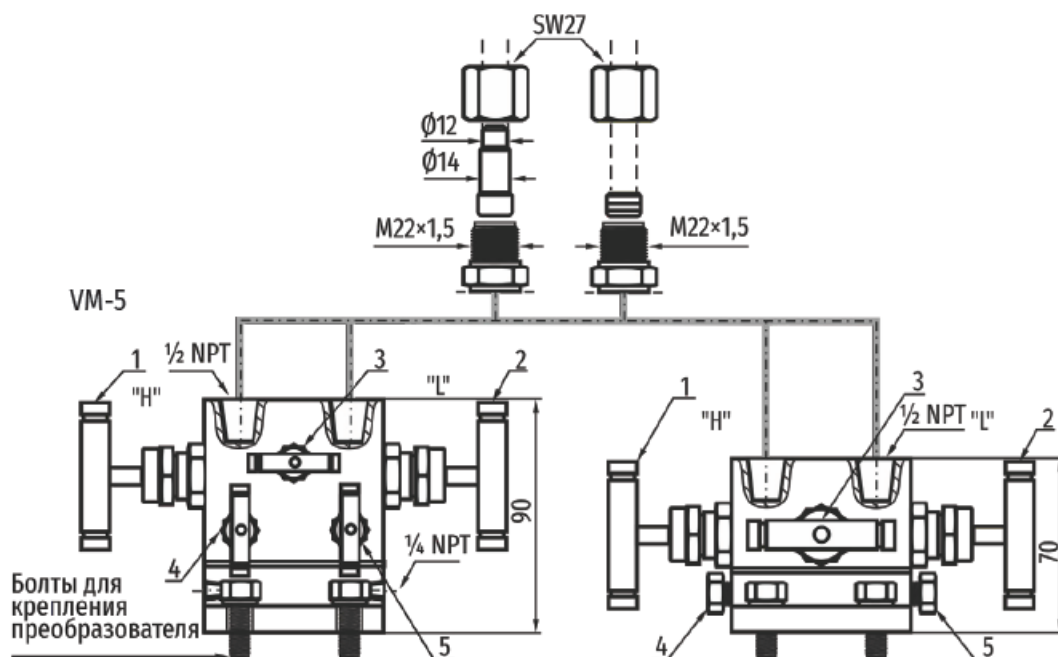

Рисунок 8– Схема подключения вентилях VM-3 и VM-5
2.2.15 Преобразователи модификации PR-28 с присоединительным устройством типа С монтируются с вентилями VM-3 или VM-5 (рисунок 8). Для крепления на трубе 2" либо плоской поверхности предлагается комплект крепежа С-2.